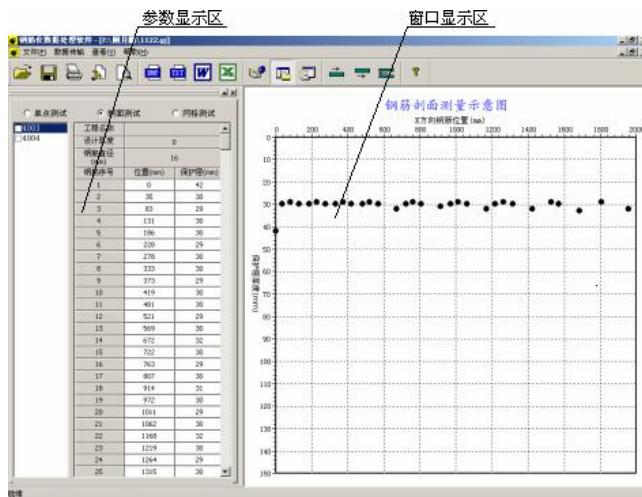

图 6-19
(2) 剖面测试: 当用户选择剖面测试时，会弹出如图 6-19 所示的界面，在控制面板的数据显示区中显示当前项目编号所对应的数据，在右侧的窗口显示区内则显示钢筋剖面测量的位置，其中 Y 坐标表示保护层的厚度，X 坐标表示钢筋的具体位置，